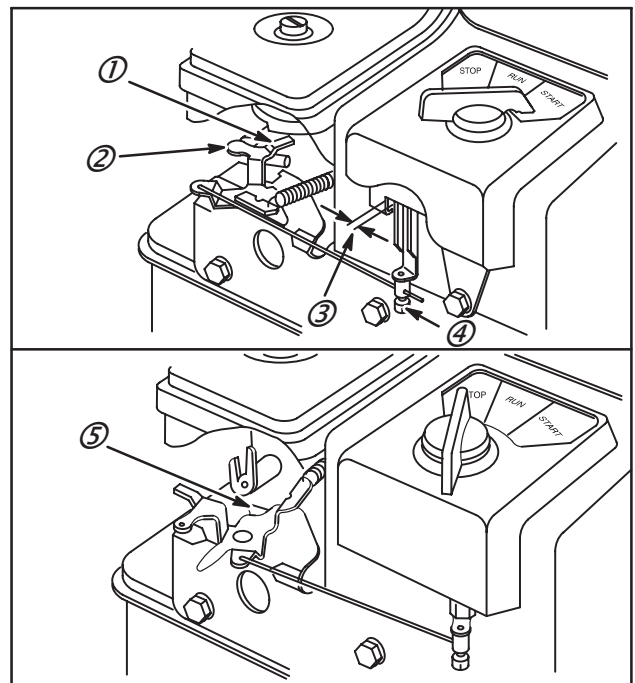

Fig. 13
2. Desserrer la vis de blocage (4) - déplacer le levier de starter (2) à fond (1). Laisser un jeu de 3,18 mm entre le levier et le support, comme indiqué (3), Fig. 13.
3. Maintenir le levier et serrer la vis (4). Contact d'arrêt (5).